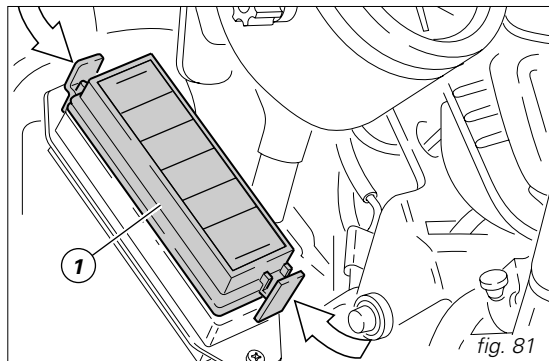

fig. 81
La scatola porta fusibili principale (fig. 81) è posizionata sul lato sinistro del telaio nella zona dietro al proiettore. Per accedere alla scatola fusibili è necessario rimuovere la protezione laterale sinistra del cruscotto (vedi pag.40). I fusibili utilizzati sono accessibili rimuovendo il coperchio di protezione (1) sulla cui superficie è riportato l'ordine di montaggio e l'ampereaggio.